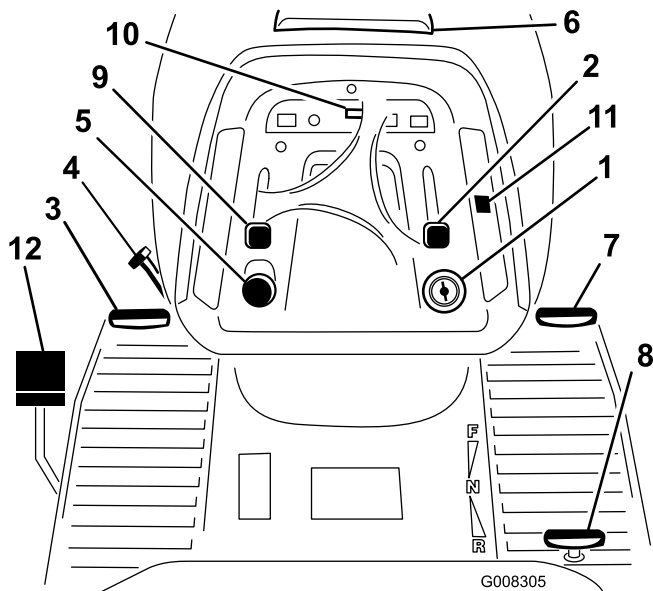

Bild 4
Machen Sie sich mit den Bedienelementen vertraut (Bild 4) bevor Sie den Motor anlassen und die Maschine einsetzen.
1. Treten Sie das Bremspedal (Bild 4) durch und halten Sie es gedrückt.
2. Drehen Sie den Feststellbremshebel (Bild 4) nach links und nehmen den Fuß langsam vom Bremspedal.
1. Treten Sie das Bremspedal durch (Bild 4).
2. Drücken Sie den Tempomat Schalter auf Ein (Bild 4).
Der Betriebsstundenzähler befindet sich auf dem Instrumentarium (Bild 4) und zeigt die Anzahl der aufgelaufenen Betriebsstunden an.